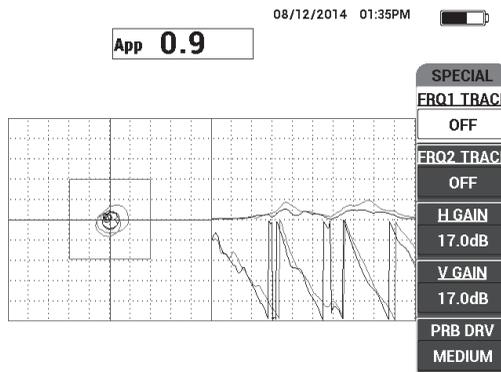

Abbildung 6-58 Hintergrundreferenzsignal
3. Halten Sie die Sonde weiterhin auf den Bereich ohne Defekt auf den Justierkörper und halten Sie Direktzugriffstaste REF SAVE (REF \square) gedrückt, um das Hintergrundreferenzsignal zu speichern (siehe Abbildung 6-58 auf Seite 178).